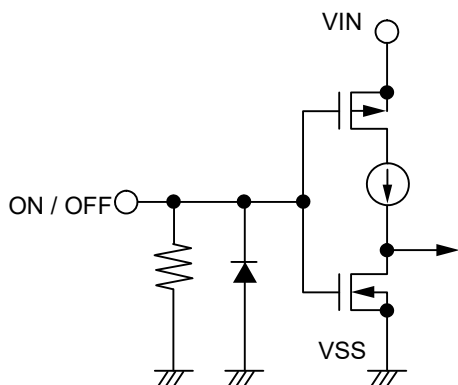
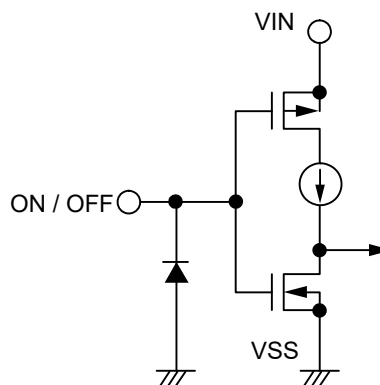

図29 S-19244xxxAシリーズ
図30 S-19244xxxAシリーズ
なお、ON / OFF端子に0.6 V ~ $V_{IN} - 0.3$ Vの電圧を印加すると消費電流が増加しますので、注意してください。ON / OFF端子は図29、図30の構造になっています。
*2. ON / OFF端子をVIN端子に接続した状態で動作させたときのS-19244xxxAシリーズA / C / E / Gタイプの消費電流は、プルダウン抵抗に流れ込む電流分だけ多く流れますので注意してください (図29参照)。